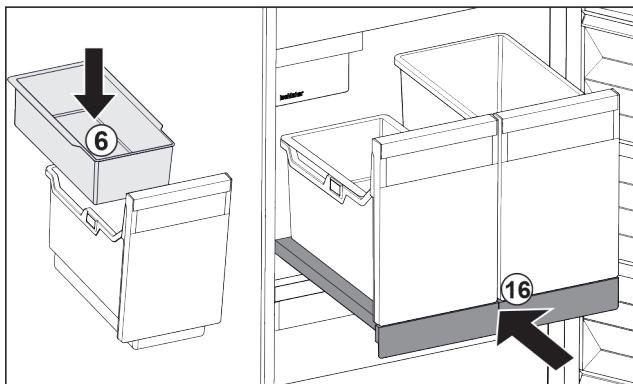

Fig. 91
- Встановити підвісний лоток Fig. 91 (6) для кубиків льоду.
- Вставить витяжну панель з резервуаром (IceTower). Fig. 91 (16)